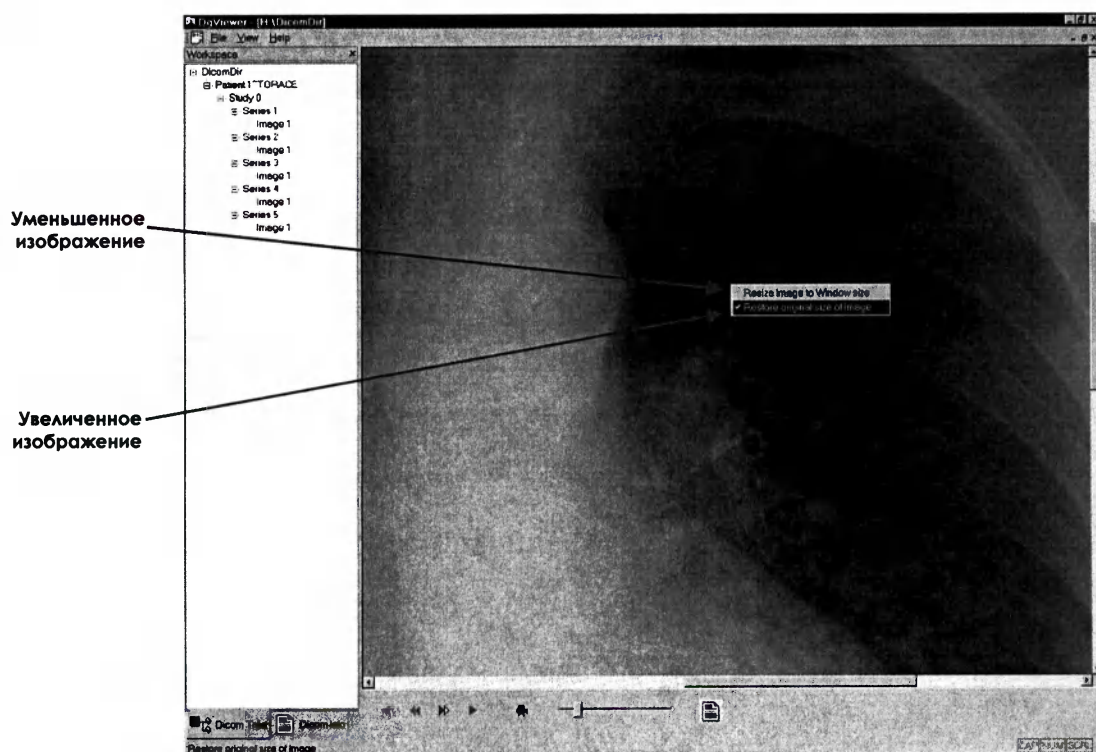

Рисунок 189
– для непосредственного просмотра информации об изображении, необходимо выбрать соответствующую команду (см. рисунок 189);